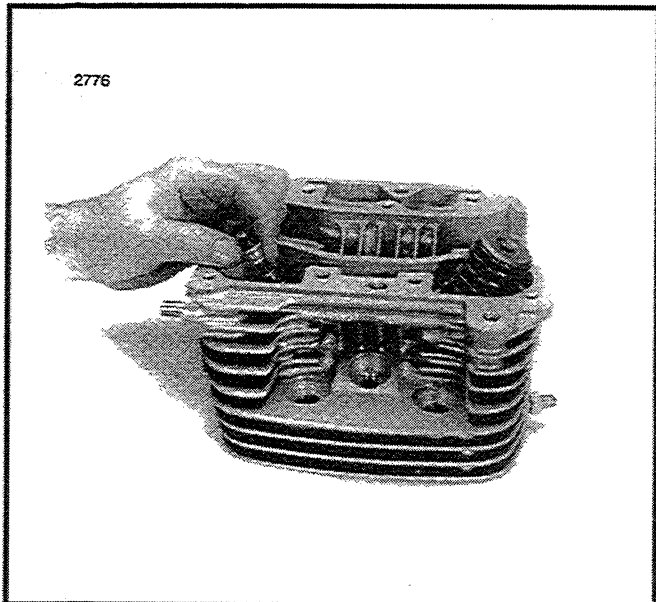

Figure 3-24. Manchon protecteur du joint des guides de soupapes
6. Voir Figure 3-24. Placez un manchon protecteur sur les rainures des demi-lunes de la tige de soupape. Enduisez le manchon d'huile et placez un joint neuf sur la tige de soupape.